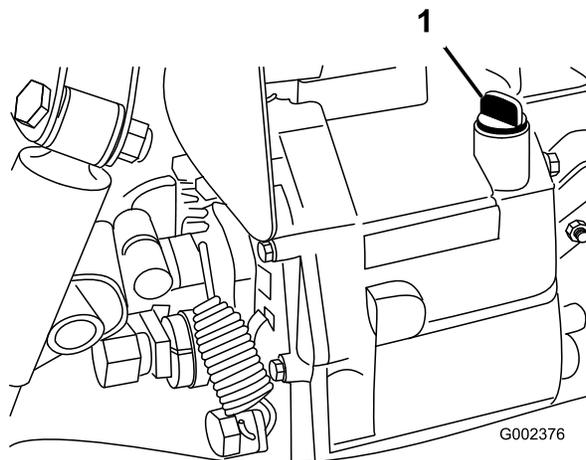

図 18
2. ディップスティック取り付け部の周辺をきれいにぬぐう（図 18）。